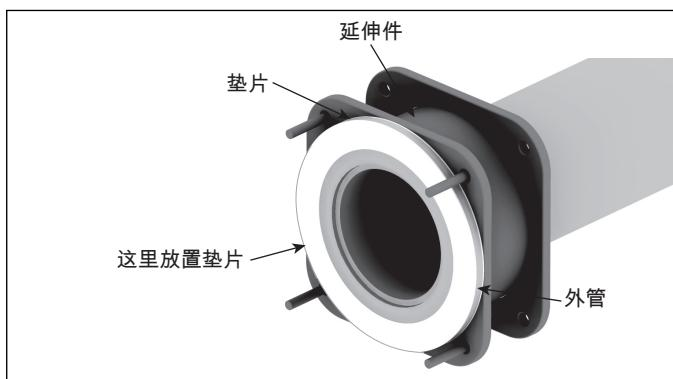

图 3.8
3. 把垫片放在外管的法兰上。在进行卧式安装时，在就位的固定垫片上喷洒胶水 / 粘合剂。参见图 3.8。
4. 在外管的法兰上放上垫片。参见图 3.8。